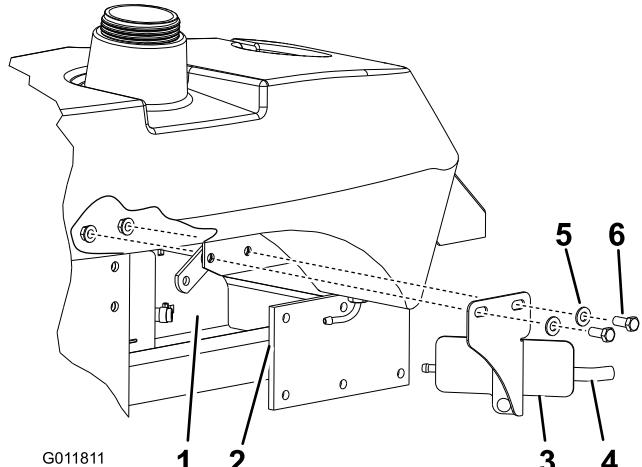

Figure 9
6. Montez une pompe à carburant et un support neufs à l'aide des écrous retirés précédemment et de boulons (3/8 x 7/8") et de rondelles plates (3/8 pouce) neufs (Figure 9). Ne serrez pas les fixations.